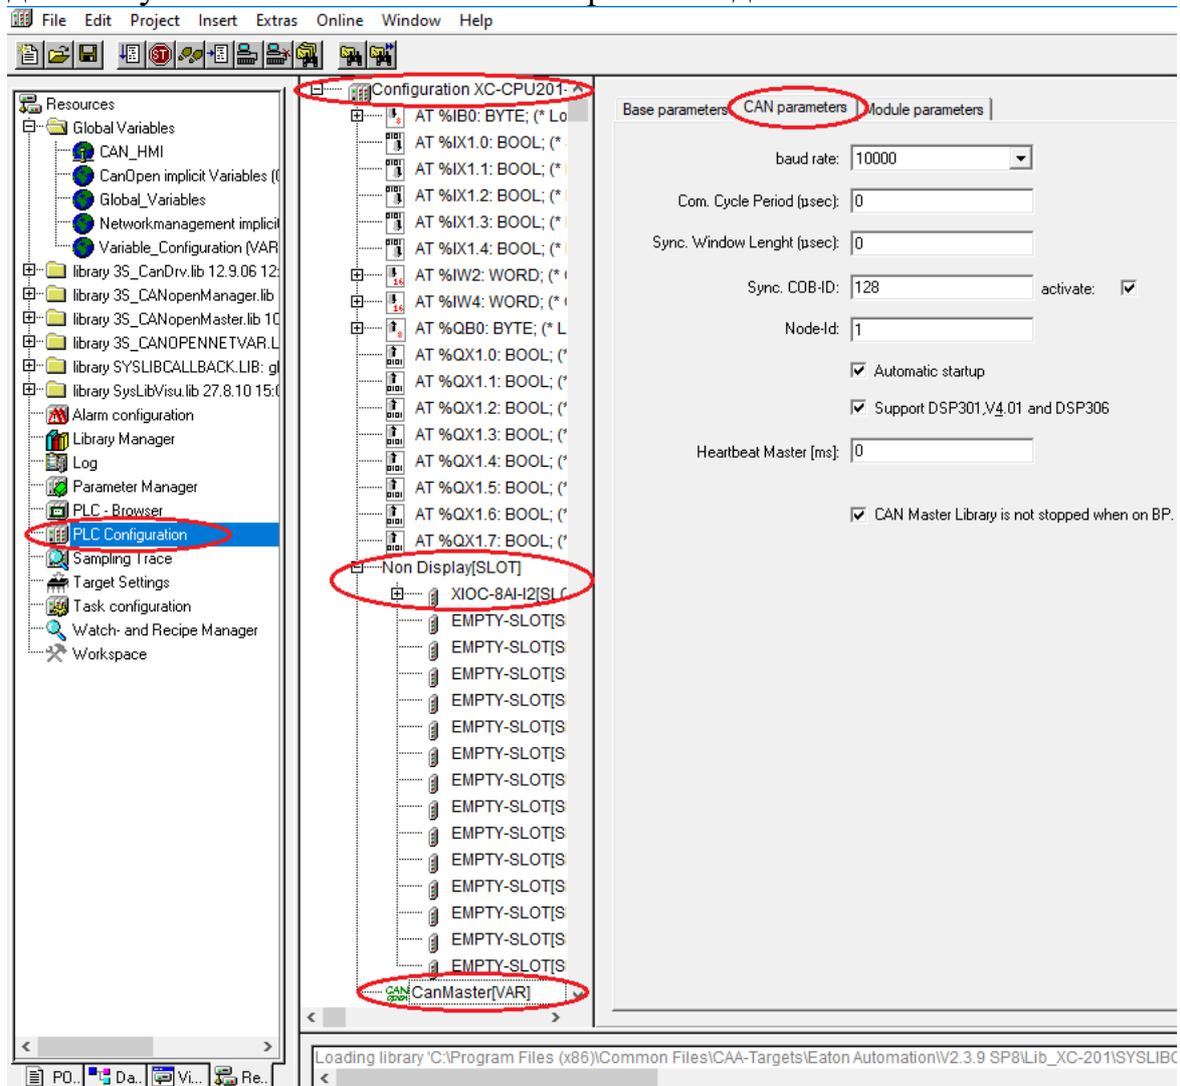

Рис. 24. Конфигурация контроллера
5. Настройте конфигурацию контроллера. Зайдите во вкладку ресурсов «Resources» проекта и откройте конфигурацию контроллера «PLC Configuration» (рис. 24). Далее нажмите правой клавишей мыши по верхнему уровню меню (Configuration XC-CPU201...) и добавьте «CanMaster».